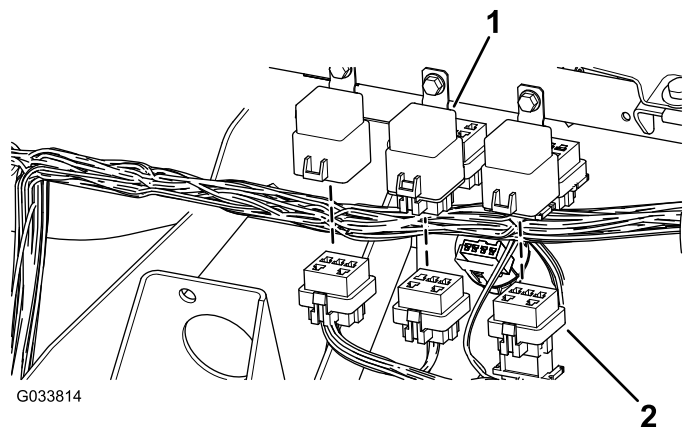

Figura 8
2. Collegare i connettori del cablaggio preassemblato ai 3 relè (Figura 8).